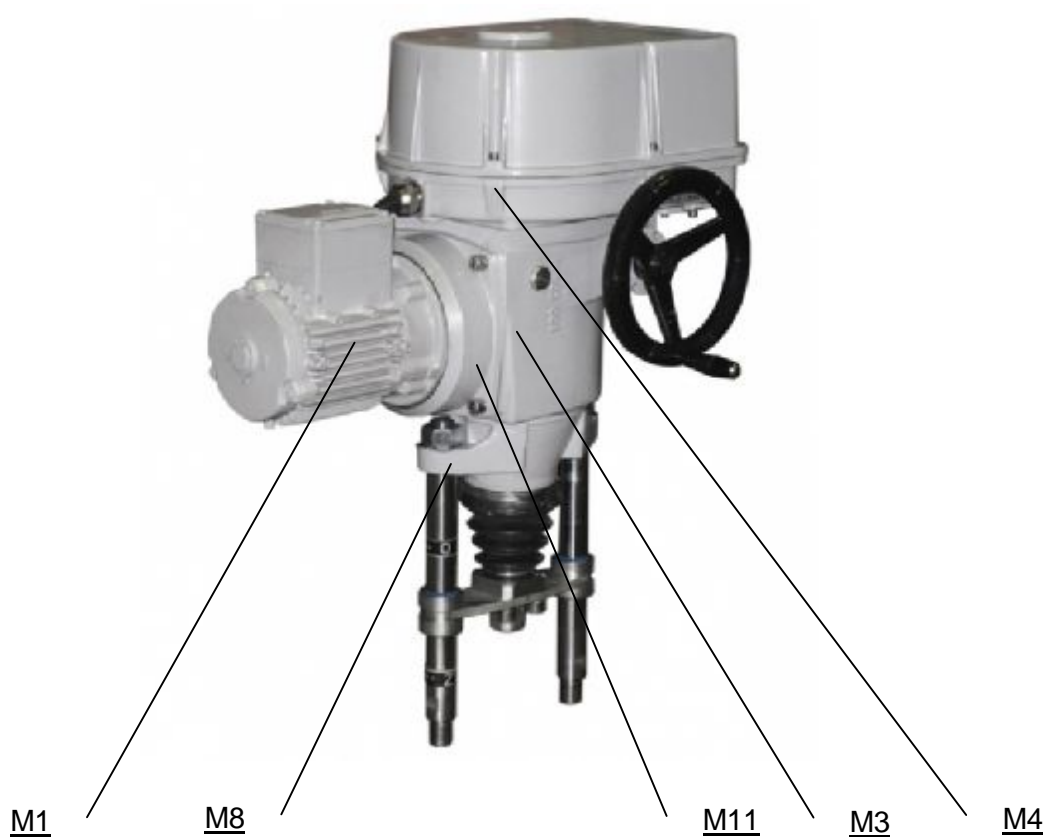

Рис.1
ЭП MTR 3PA имеют компактную конструкцию с некоторыми присоединенными модулями. ЭП состоят из двух своими функциями отличающимися главных частей (**рис.1**):
**Модуль М4 – шкаф управления (рис. 1)**
**Основные части ЭП (Рис. 1, 2, 3, 3а):**
Приводная часть ЭП – **электродвигатель (M1) (Рис.1)**, питаемый из **доски источника (9)**(рис.3,3а) и управляемый из **блока управления (10)**(рис.3,3а) электроники DMS3.